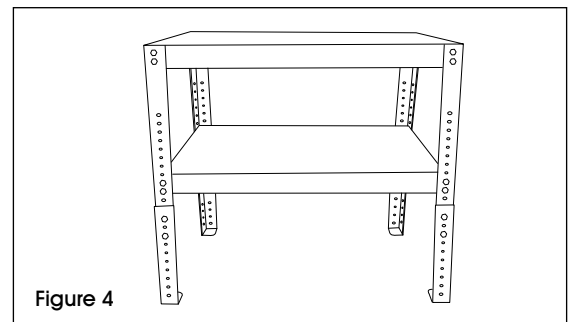

Figure 4
6. Set machine table upright and check all bolts and nuts for tightness. (See Figure 4)
6. Placez la table à l'endroit et vérifiez que tous les boulons et les écrous sont bien serrés. (Voir Figure 4)